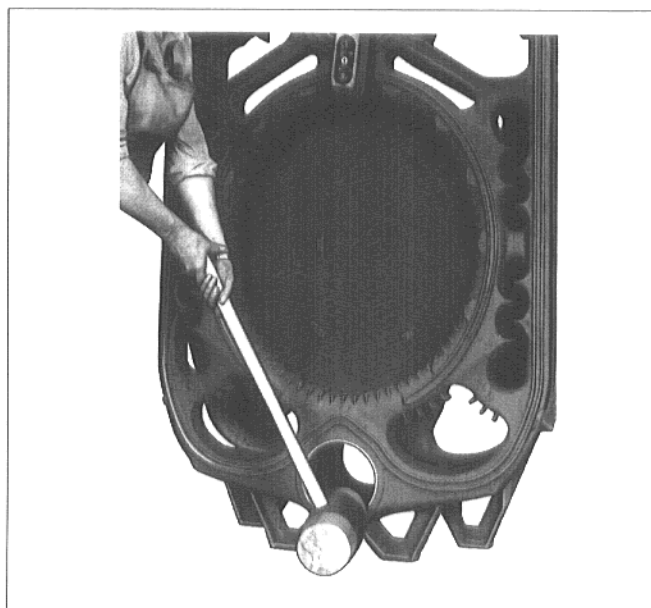

Fig. 15
- Første midtelement settes med øvre og nedre nav på nippelen i bakelementet. Første midtelement bankes lett mot bakelementet med en tre- eller hardgummihammer (fig. 15).